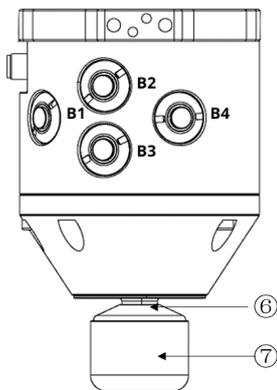
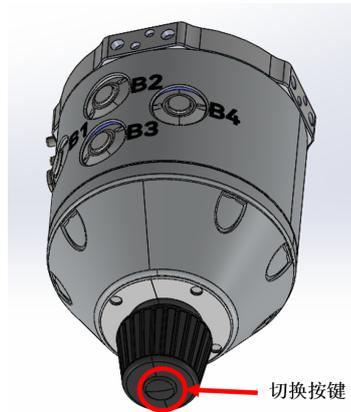

图 1-5: 摇杆组成
图 1-6: 模式切换按键
摇杆整体由摇杆 ⑥、旋钮 ⑦ 和中间的黑色按钮（下文简称摇杆中键）组成，如图 1-5 和图 1-6 所示。其中摇杆可左右、前后摆动，旋钮可左右旋转，二者搭配控制机器人运动，摇杆中键用于运动模式之间的切换。